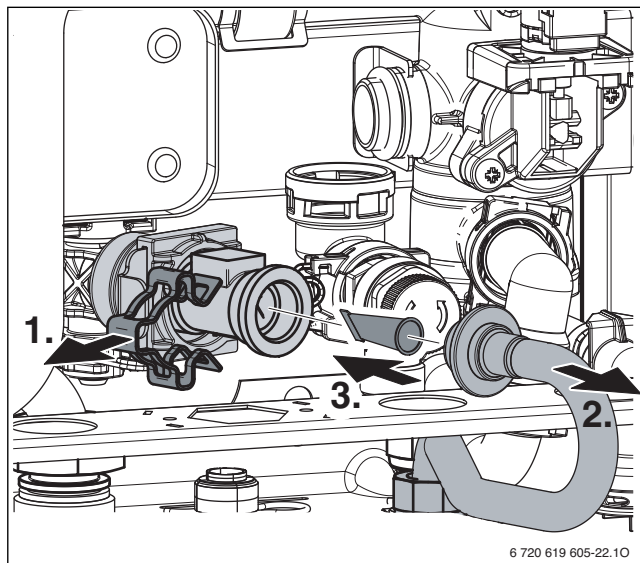

Рис. 54
1. Отсоедините зажим (рис. 54, 1).
2. Выньте трубу холодной воды вперёд (рис. 54, 2).
3. Проверьте загрязнение сетчатого фильтра (рис. 54, 3).